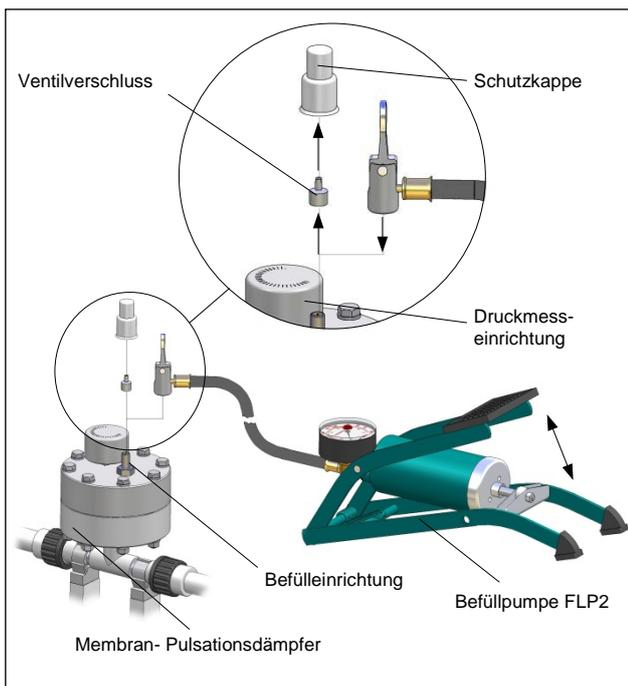

Abb. 12 Anschließen der Befüllpumpe FLP2
- Gaspolster mit Hilfe der oben beschriebenen Befülleinrichtung im Pulsationsdämpfer aufbauen, in dem der Pulsationsdämpfer mit einem Gas- / Luftdruck beaufschlagt wird, der ca. 60% des zu erwartenden Betriebsdruckes entspricht (siehe Abb. 12).